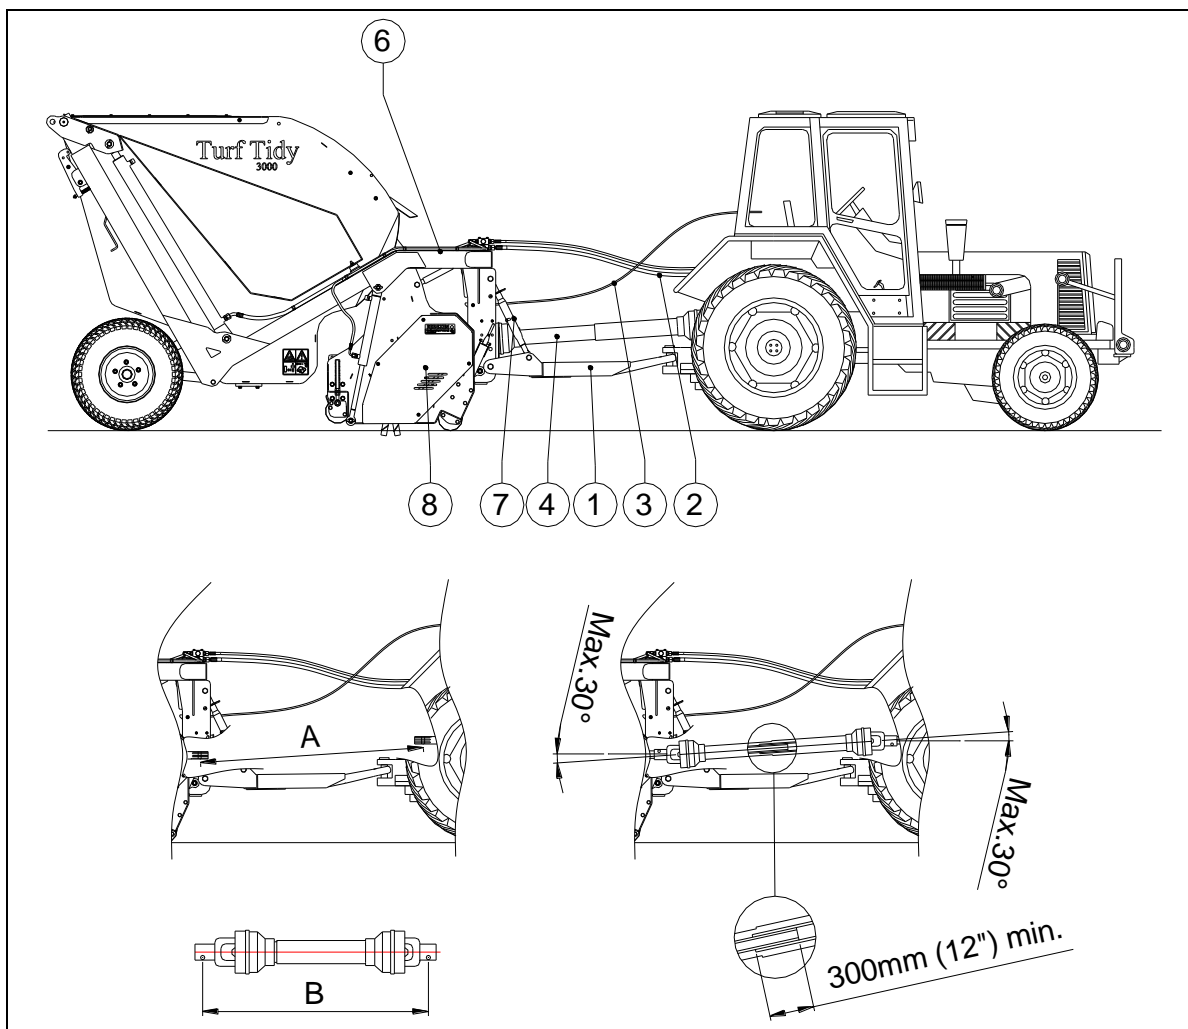

Fig.8
Qui di seguito viene spiegato il metodo di attacco: (Fig. 8)
La lunghezza cambia quanto la testa (8) (si veda la Fig.8) viene sollevata, quando si fa uso di un altro trattore o durante una svolta.
Per impostare la giusta lunghezza della presa di forza, se la macchina è nuova o se si fa uso di un altro trattore, compiere le seguenti operazioni: (si veda la fig. 8)